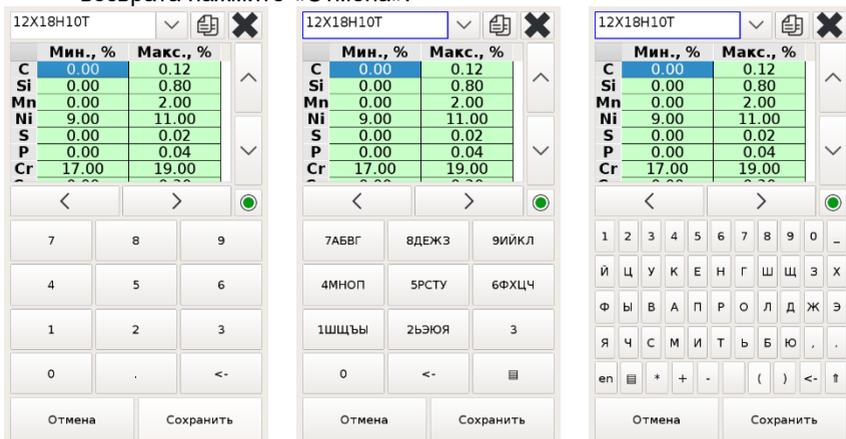

Рисунок 36 Редактирование материала выбранного марочника
4.7.6. Редактирование концентрации элемента выбранной марки (Рисунок 36):